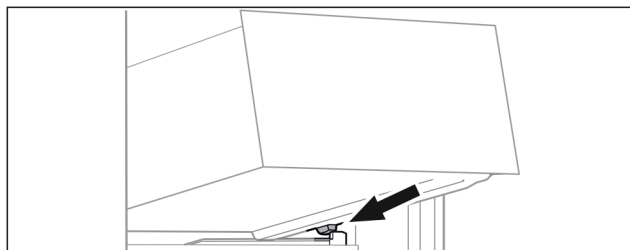

Fig. 121
- ▶ Наклоняя вниз, установите выдвижной ящик за стопоры на контейнерное ребро. (см. Fig. 121)